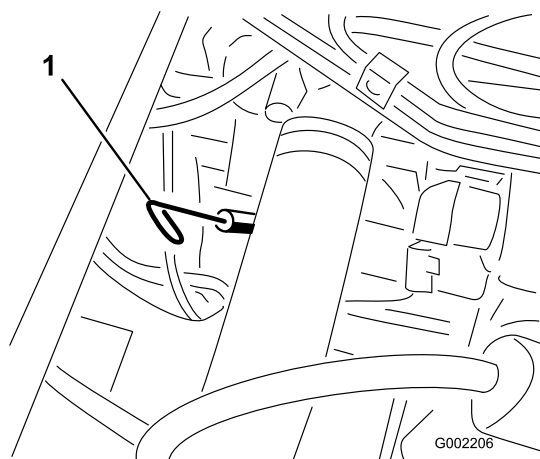

Figura 15
2. Togliete l'asta di livello, situata sotto il sedile passeggero, ed asciugatela con un panno pulito (Figura 15). Inserite l'asta nel tubo e verificate che sia inserita a fondo. Rimuovete l'asta e controllate il livello dell'olio.